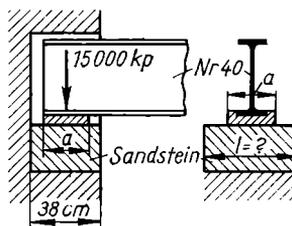

Bild 27
52. Die Auflagerkraft von 15000 kp eines I-Trägers wird durch eine Unterlagplatte aus Grauguß auf einen Sandsteinquader und von diesem auf Mauerwerk übertragen (Bild 27). **a)** Wie groß ist die quadratische Seitenlänge a der Unterlagplatte auszuführen, wenn der Sandstein eine Flächenpressung von 25 kp/cm^2 verträgt? **b)** Welche Länge l muß der Quader bei 38 cm Breite ($= 1\frac{1}{2}$ Stein) erhalten, wenn für das stützende Mauerwerk eine Flächenpressung 8 kp/cm^2 zulässig ist?